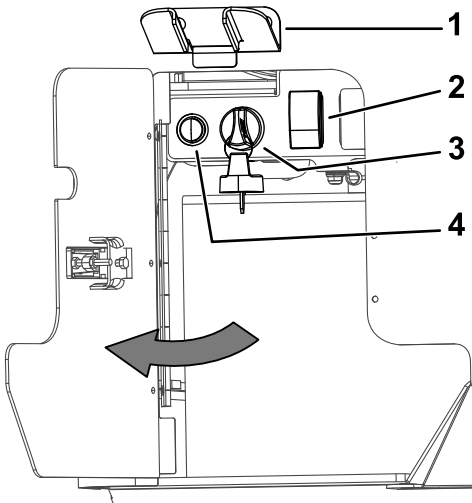

Figura 121
2. Asegúrese de que el interruptor de la manguera de pulverización está en la posición de APAGADO (Figura 121).